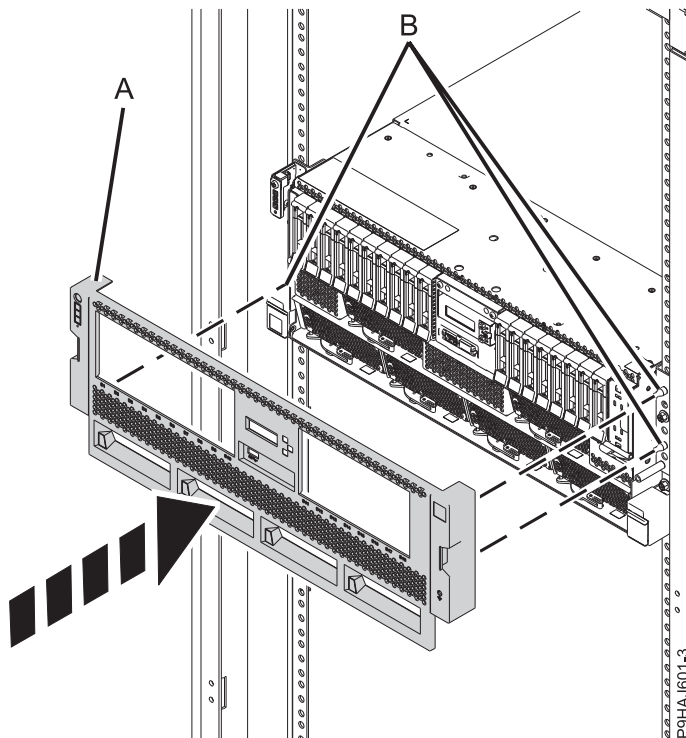

Abbildung 47. Vordere Abdeckung installieren
2. Drücken Sie bei einem Einschubsystem die vordere Abdeckung (A) vorsichtig so weit hinein, bis sie einrastet. An der Abdeckung befinden sich Vertiefungen, an denen Sie sie leichter festhalten können. Verwenden Sie die Ausrichtungsstifte (B), um die Abdeckung am System zu befestigen (siehe Abb. 47 auf Seite 71).